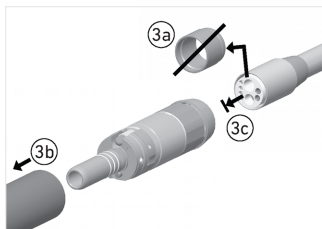

FIG. 3
1. Чтобы подсоединить микромотор к шлангам Bien-Air Dental 4VLM или 4VR400, открутите гайку (для шлангов типа 4VLM) (рис. 3а) со шланга и снимите стерилизуемую муфту с микромотора, потянув ее вперед (рис. 3б).
2. Убедитесь, что задняя часть микромотора и соединение шланга чистые. Расположите микромотор и шланг, как показано на рис. 3с. Поверните шланг, чтобы найти точное положение, и вставьте его в микромотор.